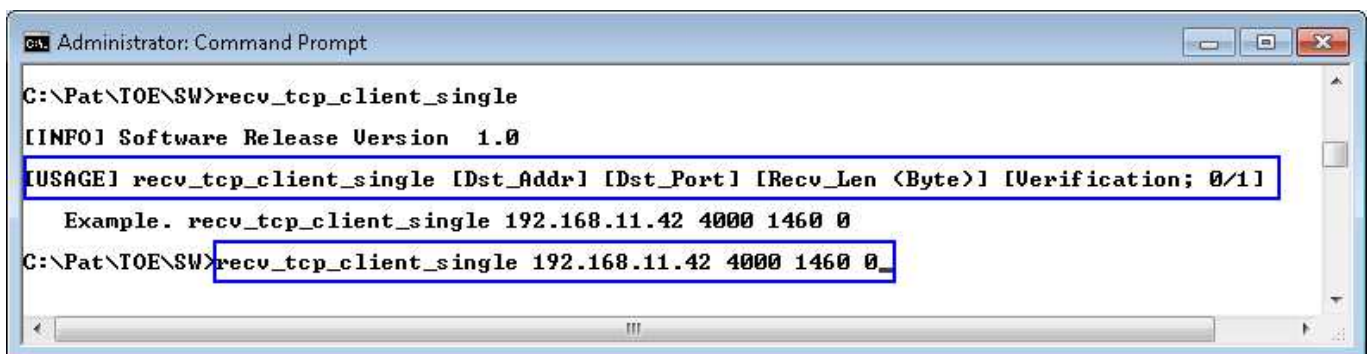

図 19: PC 側での“`recv_tcp_client_single`”アプリケーションの起動
- (2) 接続 PC 側にてコマンド・プロンプトを開き、図 19 のように“`recv_tcp_client_single`”アプリケーションを起動します。その際に以下4つのパラメータを引数として入力します。